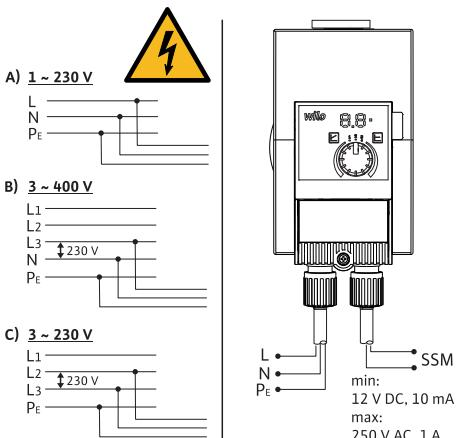

Fig. 3: Možnosti priklučitve
- Priključite ju na 230-V nizkonapetostna omrežja. Pri priključitvi na IT-omrežja (oblika omrežja »Isolé Terre«) obvezno zagotovite, da napetost med fazami (L1-L2, L2-L3, L3-L1 → Fig. 3) ne bo presegala 230 V. V primeru napake (stik z zemljo) napetost med fazami in PE ne sme presegati 230 V.